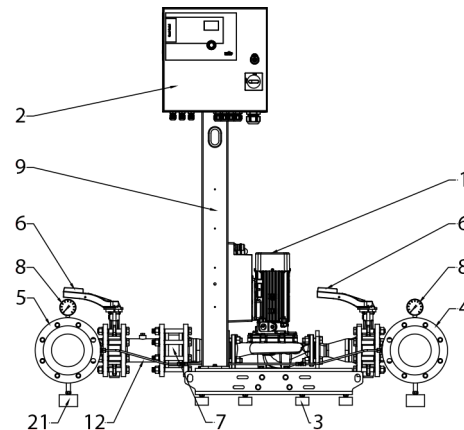
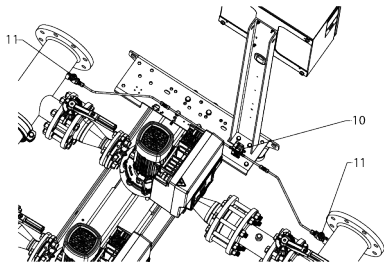

Fig. 1: Anlagenkomponenten
Fig. 2: Differenzdruckgeber und Absperrventile
Die kompakte Anlage wird auf einem Grundrahmen aus Stahl mit Schwingungsdämpfern (Fig. 1, Pos. 3) montiert. Sie besteht aus einer Gruppe von 3 oder 4 Inline-Pumpen mit Elek-
tronik (Fig. 1, Pos. 1), die mithilfe einer Rohrleitung des Versorgungsverteilers (Fig. 1, Pos. 4) und einer Rohrleitung des Förderverteilers (Fig. 1, Pos. 5) kombiniert werden.
An der Saug- und Druckseite jeder Pumpe befindet sich ein Absperrventil (Fig. 1, Pos. 6) und an der Druckseite der Pumpe eine Rückschlagklappe (Fig. 1, Pos. 7).
Ein geflanschter Nippel (Fig. 1, Pos. 12) ist ein Fitting zwischen dem Absperrventil und der Rückschlagklappe.
Ein aus einem Differenzdruckgeber (Fig. 2, Pos. 10), 2 Manometern (Fig. 1, Pos. 8) und 2 Absperrventilen (Fig. 2, Pos. 11) bestehendes Aggregat ist zwischen den Verteilern und auf den Halterungen des Schaltgeräts installiert.
Wenn die Pumpen in Betrieb sind, muss das Absperrventil (Fig. 2, Pos. 11) geöffnet sein.
Inline-Pumpen (Fig. 1, Pos. 1)
Schaltgerät (Fig. 1, Pos. 2)
Das Schaltgerät der Baureihe SC dient zur Ansteuerung und Regelung der SiFlux-YG2.0. Das Schaltgerät ist mit einer Halterung (Fig. 1, Pos. 9) auf dem Grundrahmen befestigt. Die elektrischen Komponenten des Systems sind am Schaltgerät angeschlossen.
Versorgungs- (Fig. 1, Pos. 4) und Förder- (Fig. 1, Pos. 5) Verteiler
6. Stützfüße (Fig. 1, Pos. 21) positionieren und einstellen.
Transportgurte niemals aus dem Verteiler entfernen, bevor die Stützfüße (Abb. 1, Abb. 21) positioniert und eingestellt sind. Nur so ist eine perfekte Horizontalität gewährleistet.